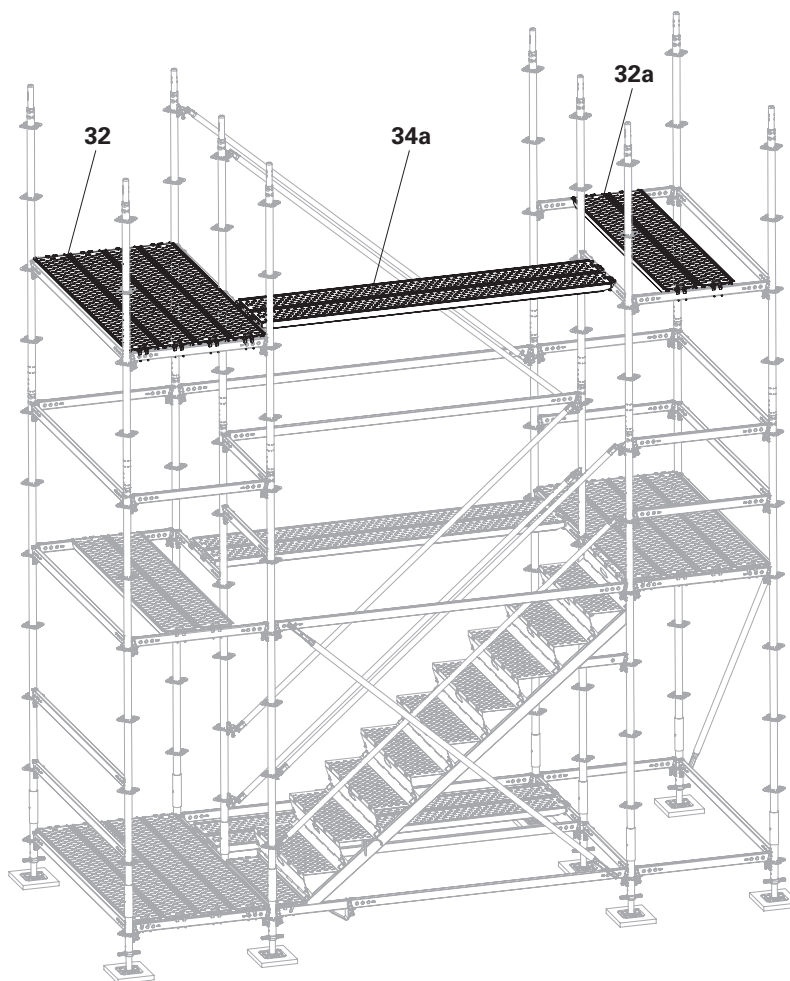

Fig. A3.02
1. Montare gli impalcati in acciaio UDG-2 200 (**32**) e (**32a**). (Fig. A3.02)